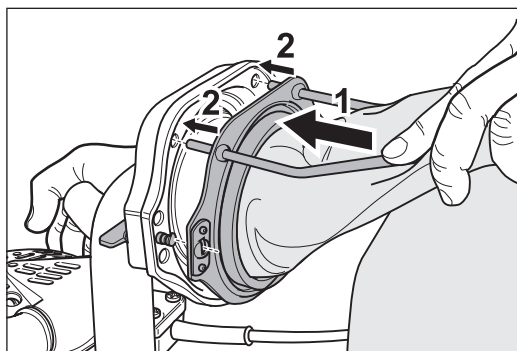

Fig. 3 Desplazar la bolsa colectora de polvo por encima de la brida receptora y fijar con las dos clavijas metálicas.
- 5 Empuje la apertura de la bolsa colectora por encima de la brida receptora fijada al final del codo del tubo y fije la bolsa colectora con dos clavijas de metal (Fig. 3).